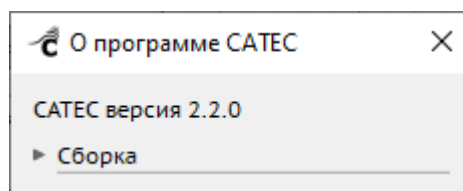

Рисунок 69 – Окно «О программе»
– «О программе» – открывается всплывающее окно с информацией о текущей версии программного обеспечения (Рисунок 69).